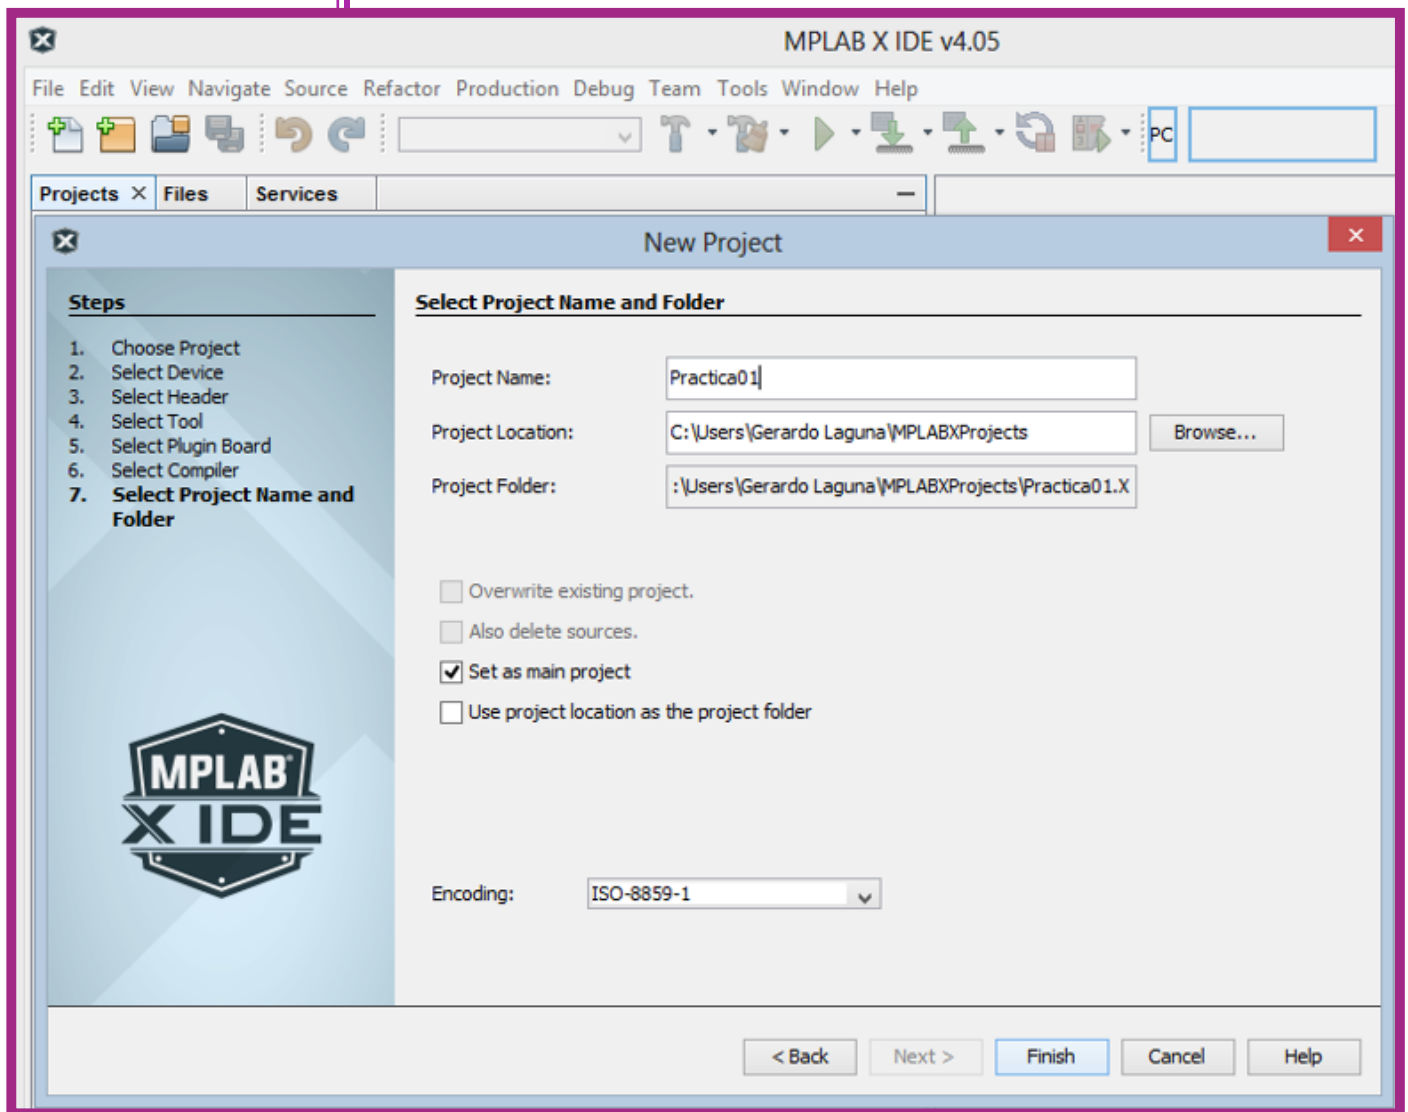

Figura 1.6. Ventana especificar el nombre y la ruta del proyecto.
2.5. Nombre y ruta del proyecto. Entonces puede introducir el nombre del proyecto, en este caso “Practica01”, y definir la ruta del proyecto (ver la figura 1.6). La ruta no debe contener espacios. Dejar las demás opciones con los valores por defecto y oprima el botón <Finish>.